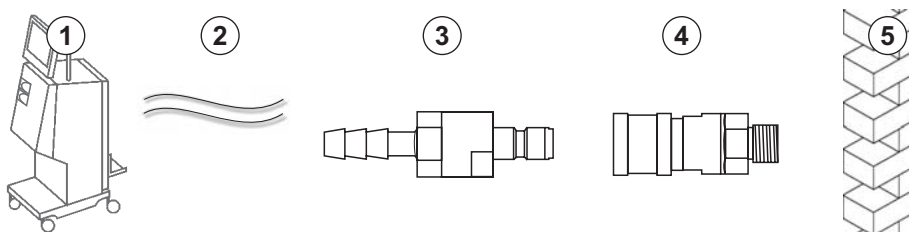

Bild 4-6 Dialysatutlopp med Aquaboss-kopplingar
- 1 anslutningsnippel hane (Bild 4-6, ③ ), material 1.4571 EPDM
- 1 slangkoppling hona ( ④ ), den flexibla slangens innerdiameter 9 mm, material 1.4571 EPDM
1. Anslut slangen ② till maskinen och fixera med slangklämma eller med en öronklämma.
2. Anslut förslutningsnippel hane ③ till slangen och fixera med slangklämma eller med en öronklämma.
3. Anslut förslutningsnippel hane ③ till slangkoppling hona ④ , som sitter fast i väggen.